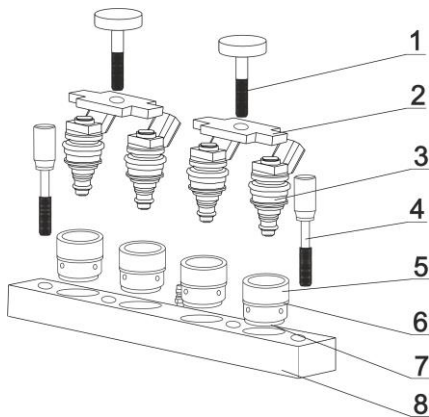

Рис. 5.5
1) Выберите адаптер для форсунок с боковой подачей топлива (5) и установите соответствующие уплотнительные кольца (6,7). (Рекомендуется смазать небольшим количеством масла).
2) Вставьте форсунки в адаптеры и установите их в топливный распределитель для форсунок с боковой подачей (8).
3) Установить крестообразную планку (2) и зафиксируйте ее с помощью крепежных винтов (1).
4) Отрегулируйте прижим с помощью винтов (1) для крепления топливного распределителя и форсунок к мерным колбам, затяните прижимные винты (4) равномерно с обеих сторон, рис. 5.5.